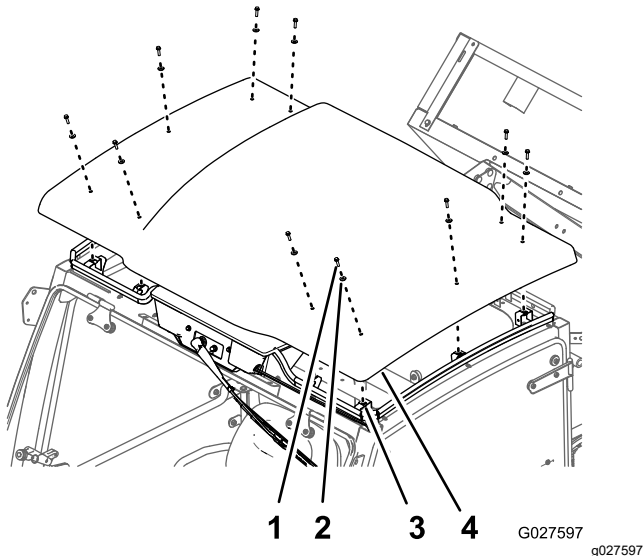

Figure 13
1. Retirez les 10 boulons ($\frac{1}{4}$ " x 1") et les 10 rondelles d'étanchéité ($\frac{1}{4}$ ") qui fixent le panneau de pavillon aux supports sur la cabine (Figure 13).